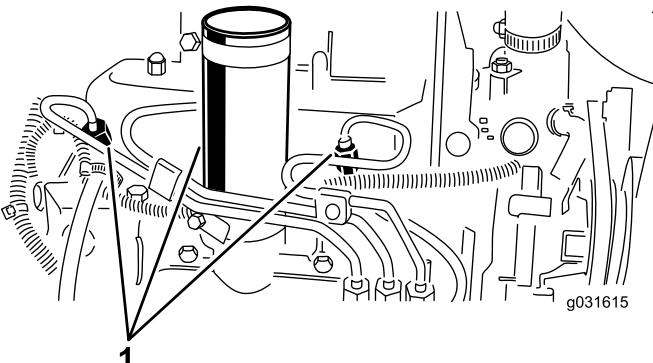

Figura 52
1. Liberte a tubagem que se encontra ligada ao injetor nº 1 e à estrutura de suporte da bomba de injeção (Figura 52).